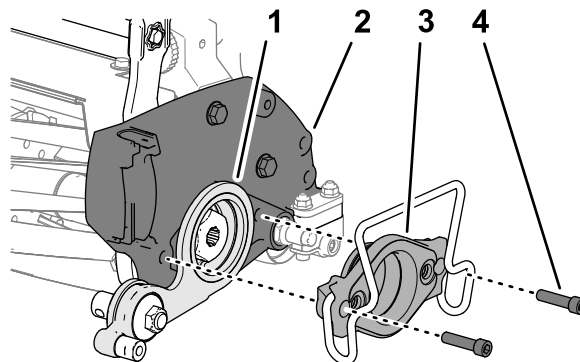

Figura 19
1. Alinee el conjunto tensor con la unidad de corte como se muestra en la Figura 19.
2. Alinee la placa tensora con la placa lateral de la unidad de corte, como se muestra en la Figura 19.
3. Monte el soporte del motor en la placa lateral de la unidad de corte a través de la placa tensora (Figura 19).
4. Monte el soporte en la placa (Figura 19) con los 2 tornillos allen (5/16" x 1 1/4") que retiró en Retirada del soporte del motor (página 4).